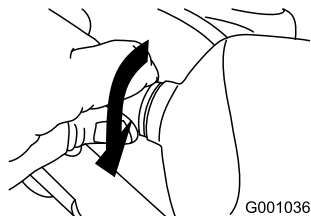

Figure 62
5. Tournez l'embase de l'ampoule dans le sens horaire jusqu'à ce qu'elle soit bien vissée (Figure 62).